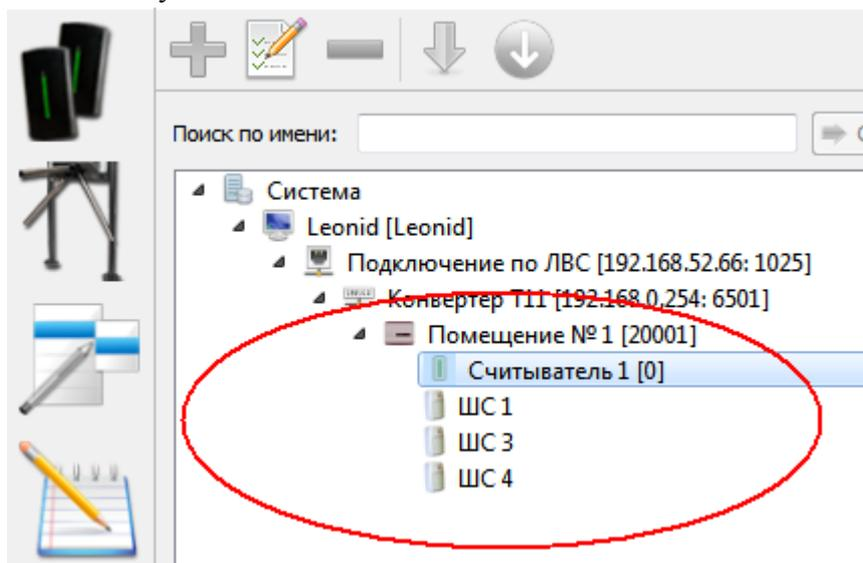

Рис. 47
- Нажмите кнопку «Сохранить». В дереве аппаратуры появится добавленный Вами контроллер и его дочерние устройства – считыватель и три шлейфа сигнализации (Рис. 47).